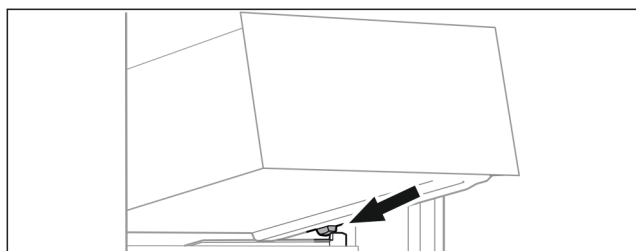

Fig. 15
- ▶ Założyć szufladę pod skosem za stoperami na żebrze pojemnika Fig. 15 (1).